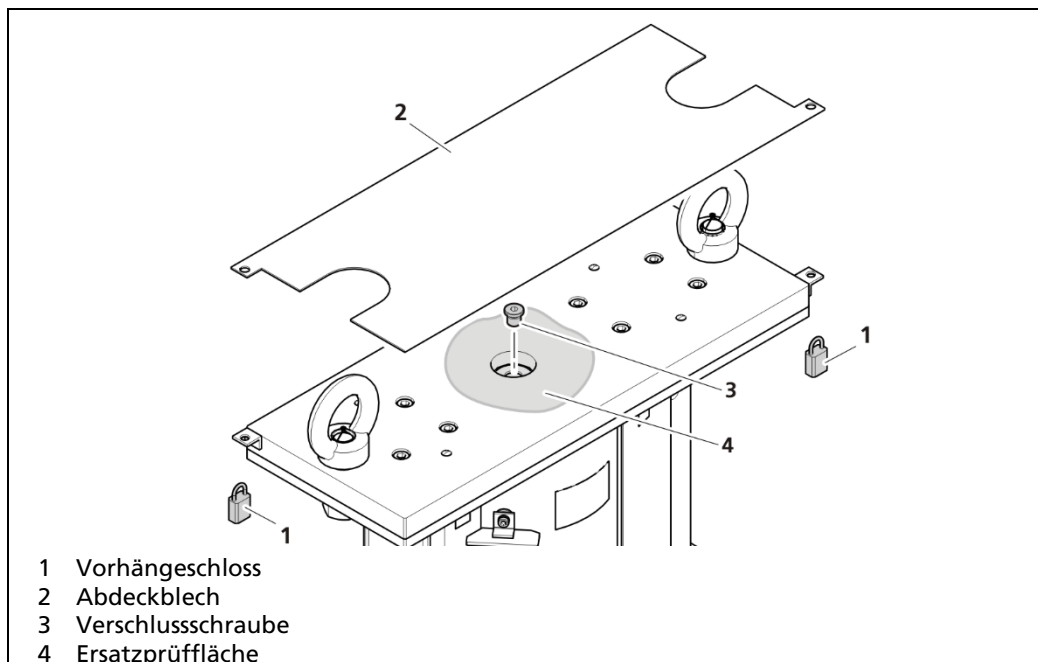

Abb. 11 Ersatzprüffläche
- die grau markierte Fläche in Abb. 11.
3. Führen Sie die Kontaminationsprüfung an der Fläche unter der Verschlusschraube und der grau markierten Ersatzprüffläche in Abb. 11 Punkt 4 durch.